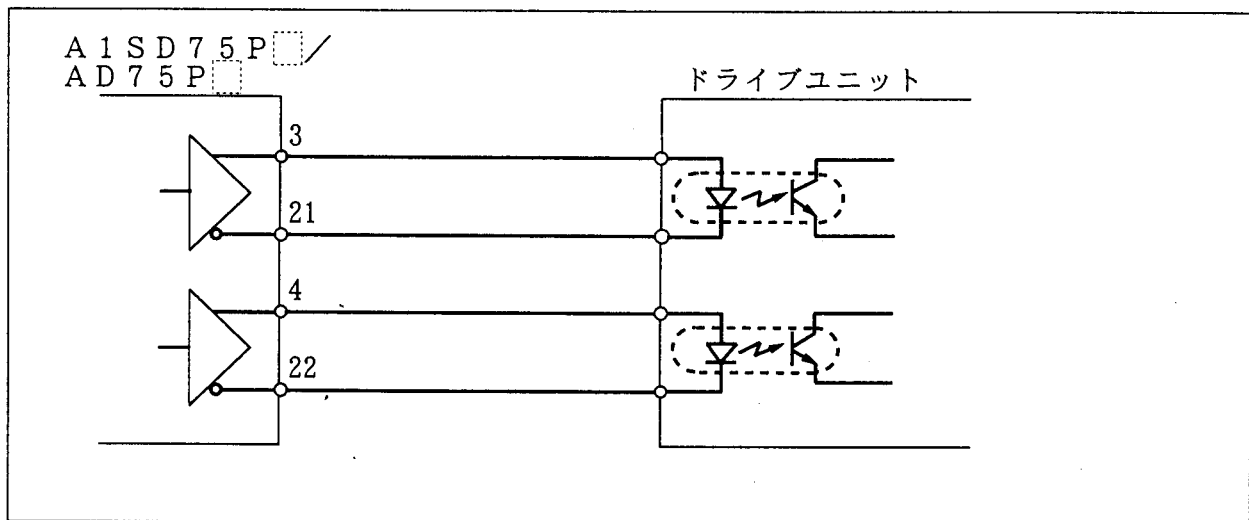
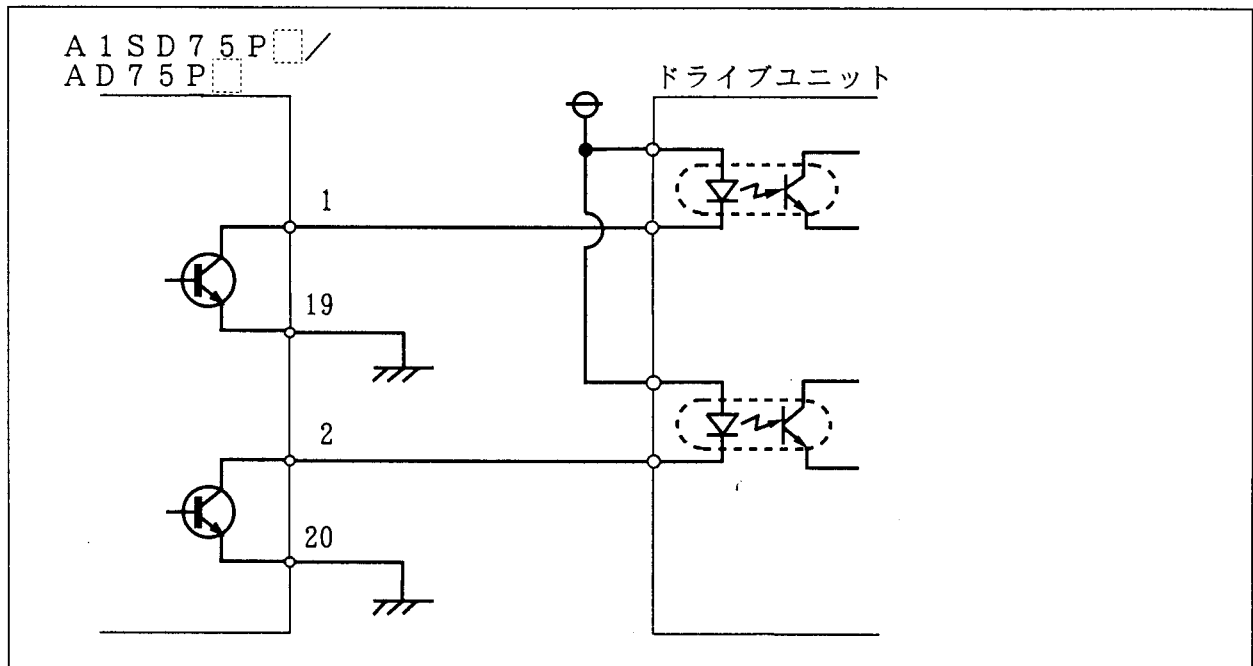

図1 A1SD75P□/AD75P□ の差動ドライバによる接続例
図2 A1SD75P□/AD75P□のオープンコレクタによる接続例
- ・ A1SD75P□/AD75P□ とドライブユニットとの接続は、ノイズマージンを強化するため、差動ドライバ方式による接続を推奨します。（図1参照）
- ・ A1SD75P□/AD75P□とドライブユニットをオープンコレクタ方式で接続する場合は、図2のように配線します。
- ・ A1SD75P□/AD75P□と当社サーボアンプと接続する場合は、サーボアンプのパラメータ設定により論理変更が可能ですので、図1/図2に示す通常の配線で御使用いただけます。